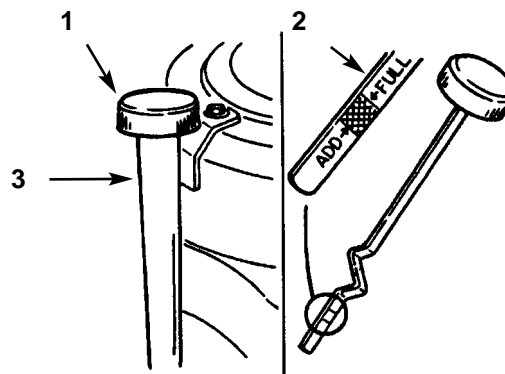

Figure 18
3. Nettoyer la surface autour de la jauge d'huile (Fig. 18) pour éliminer les saletés qui pourraient tomber dans le trou de remplissage et endommager le moteur.
4. Dévisser la jauge et essuyer la tige sur un chiffon propre (Fig. 18).
5. Introduire la jauge d'huile dans le tube de remplissage sans la visser (Fig. 18). Sortir la jauge et examiner l'extrémité. Si le niveau est bas, verser doucement suffisamment d'huile dans le tube de remplissage pour atteindre la marque FULL (PLEIN).
7. Verser lentement 80% approx. de la quantité d'huile spécifiée dans le trou de remplissage (Fig. 18). Contrôler alors le niveau d'huile; se reporter à la section *Contrôle du niveau d'huile..*